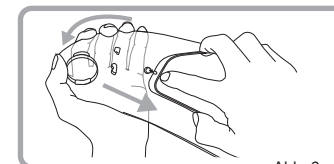

Abb. 6
2. Nehmen Sie den Pinlock® Original Visieransatz von den Stiften ab, indem Sie das Visier biegen. (Abb. 6)